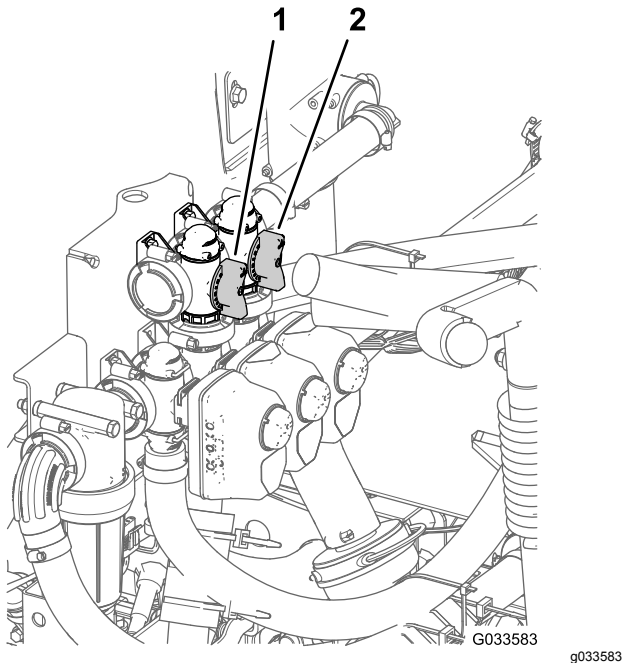

Figure 88
11. Réglez la vanne de dérivation (Figure 88) à l'arrière de la vanne d'agitation jusqu'à ce que la pression indiquée soit 6,9 bar.
- Pour le **modèle HDX-Auto**, sélectionnez la position de stationnement (P).
8. Déplacez plus ou moins la poignée de dérivation générale des sections de manière à réguler l'agitation à l'intérieur de la cuve (Figure 88).